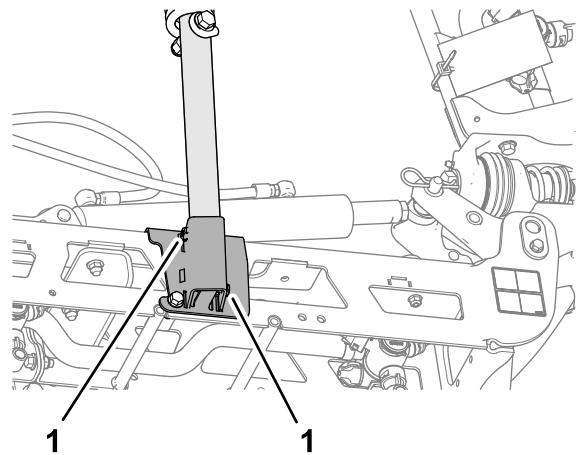

Figure 106
3. Desserrez les 2 vis qui fixent le tube inférieur du berceau (Figure 106).